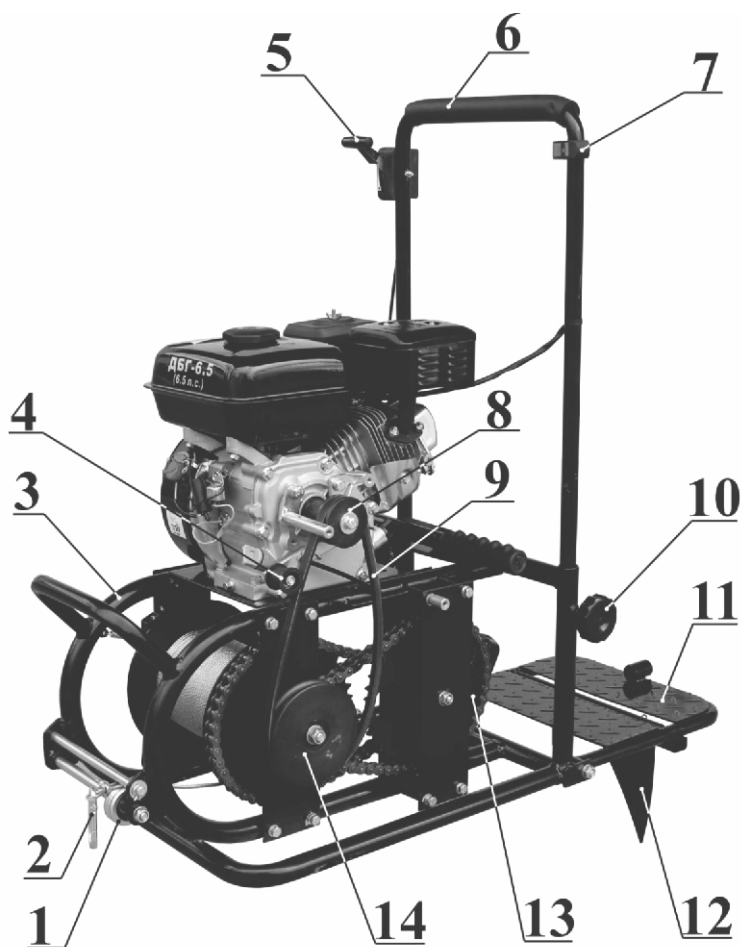

Рис.1 (защитный кожух снят)
- Лебедка состоит из следующих основных узлов (см. рис.1,2).